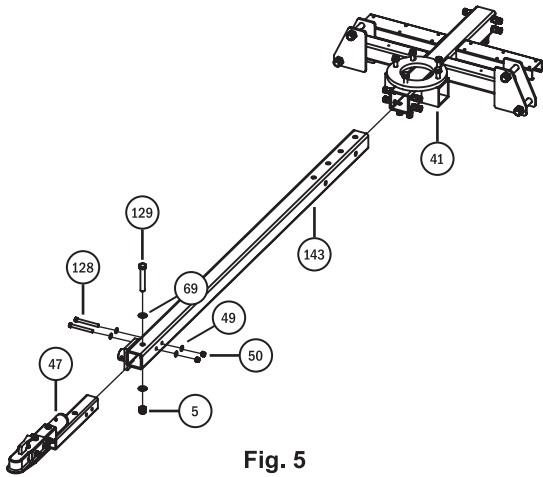

Fig. 5
Assemblez le coupleur pivotant (47) sur la barre de remorque (143) à l'aide des boulons (128 et 129), des rondelles (49 et 69) et des écrous (5 et 50). Serrez au couple les boulons M12 (128) entre 67,8 et 74,6 Nm (50 et 55 pi-lb) et le boulon M20 (129) entre 325 et 352 Nm (240 et 260 pi-lb). Insérez l'ensemble barre de remorque (143) dans la base du châssis stabilisateur (41), comme indiqué sur la **fig. 5**, de sorte que les trous traversants à l'extrémité de l'ensemble barre de remorque (143) ne soient pas obstrués par le tube de la base du châssis stabilisateur (41) et de préférence aussi près que possible du coupleur pivotant. Ne serrez pas les boulons de serrage.